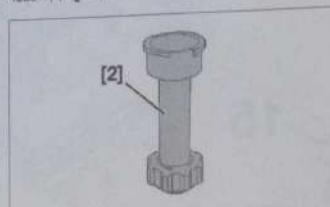

Fig. 41
- [2], Adaptateur pour cylindre de charge (réf : 4222-T) (Fig. 41).